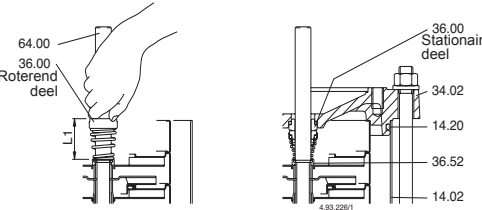

Fig. 5 Montage van de mechanical seal
Alvorens over te gaan tot demontage en montage, raadpleeg de doorsnedetekening (**paragraaf 14.**) en **fig. 5. 6.**
5. Verwijder de schroeven (61.07) en de lantaarnhouder (32.00), met ondersteuning (66.00) en koppeling (64.22) uit het bovendeksel (34.02) en uit de as (64.00) (**fig. 5**).
Verwijder de mechanical seal (36.00), trek het roterende deel van de as (64.00) en het stationaire ring uit de deksel (34.02). Druk het roterende deel tot aan de steunring (35.52) over de as (64.00) zonder de veer in te drukken. Controleer de lengte voor en na plaatsing en licht het roterende deel op tot de juist aanvanghoogte (L1 in fig. 5). Juiste druk op de veer is gewaarborgd wanneer het stationaire deel is geplaatst en na borging van de as in de koppeling (L2 in fig. 6b).